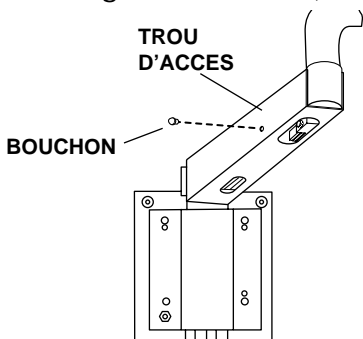

Figure 8. Frein pneumatique du bras
2. Retirer le bouchon du trou d'accès qui se trouve sur le côté gauche du bras (voir la Figure 8).